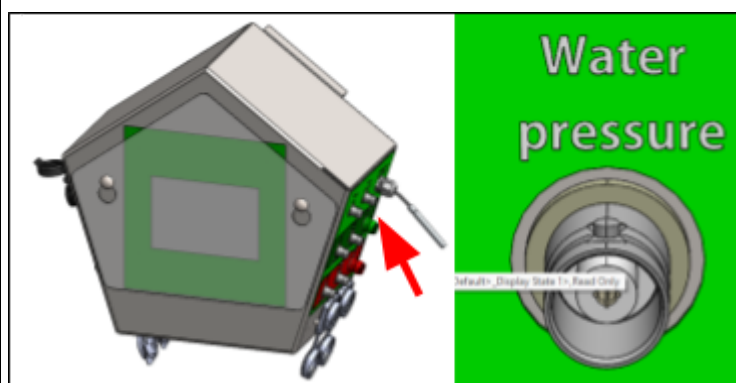

Figure 52.
- o Reliez le câble du capteur de pression au connecteur « Water pressure » (Pression d'eau) sur le boîtier de commande (voir Figure 52).